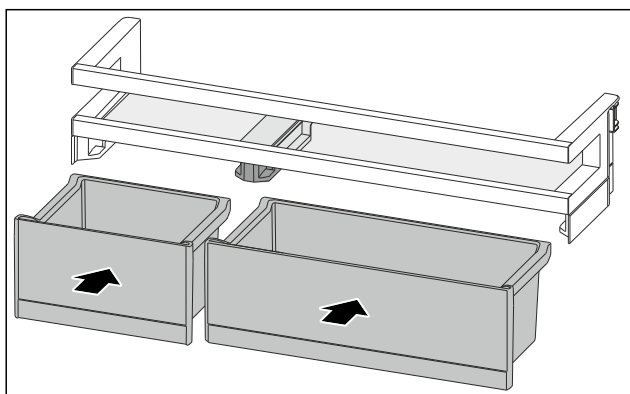

Fig. 127
- ▶ Установите ящики VarioBox, поменяв их расположение. (см. Fig. 127)